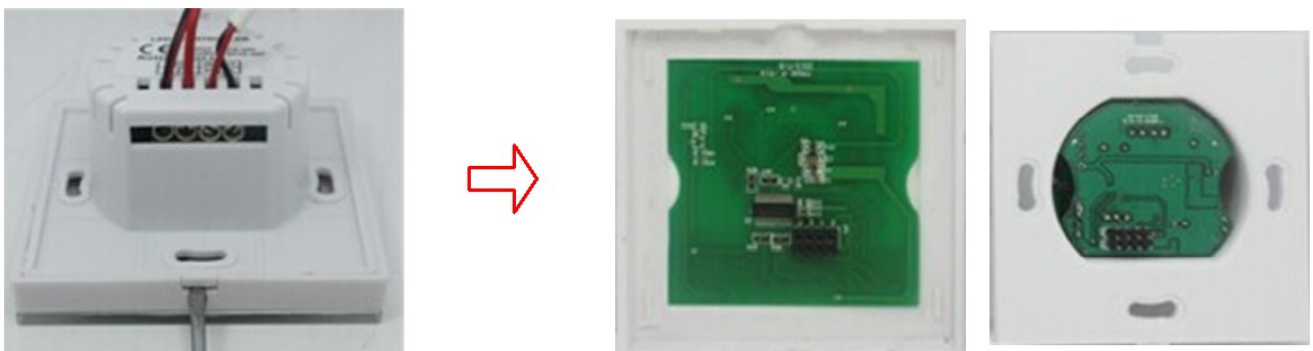

Рис.3. Отсоединение лицевой панели
- 3.5. Отсоедините лицевую панель от корпуса, аккуратно поддев её плоской отверткой (Рис.3.).